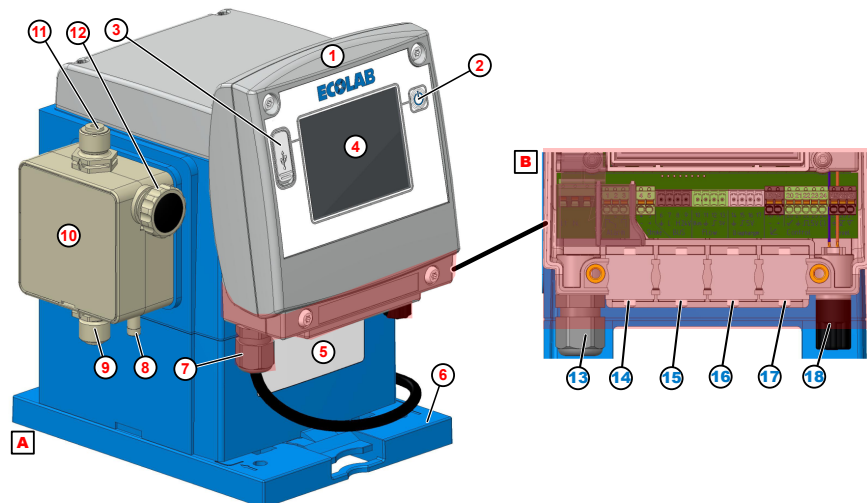

Abb. 3: Aufbau „Lub-O-Mat Eco“
AD Ø = 5,1-5,7 mm (Abb. 3, ⑭-⑰).